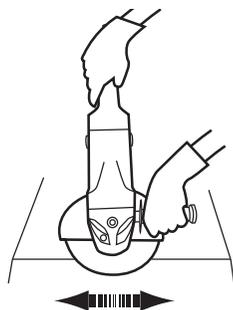

Abb. 19
- Führen Sie das Elektrowerkzeug mit gleichmäßigen Hin- und Herbewegungen über das Werkstück (Abb. 19).